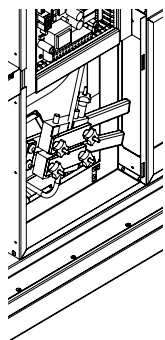

Abb. 14-3
- Verschweißen Sie die Riemenenden mit Hilfe von Schweißspiegel und Klemme. (siehe Abb. 14-3,14-4)